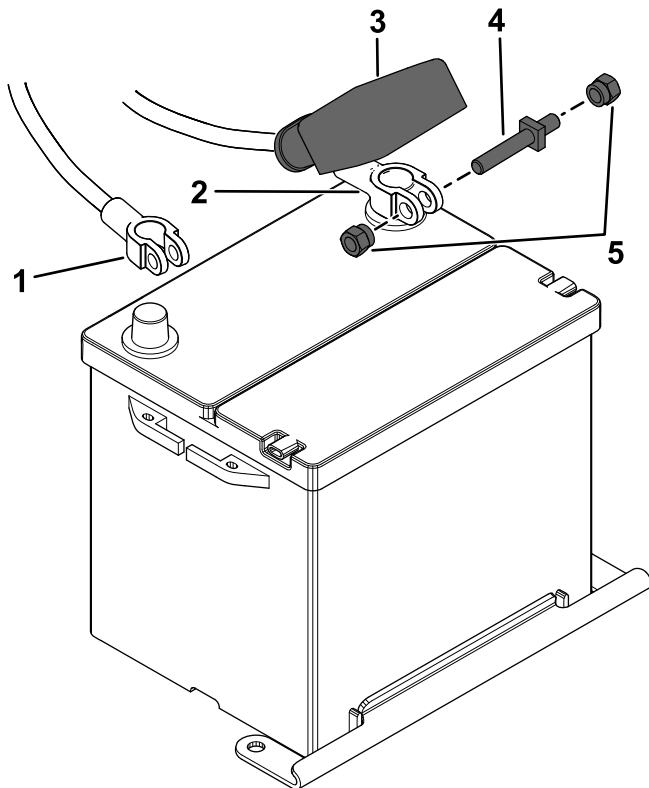

Figura 76
1. Desconecte los cables de la batería (Figura 76).
2. Conecte los cables de la batería (Figura 76).